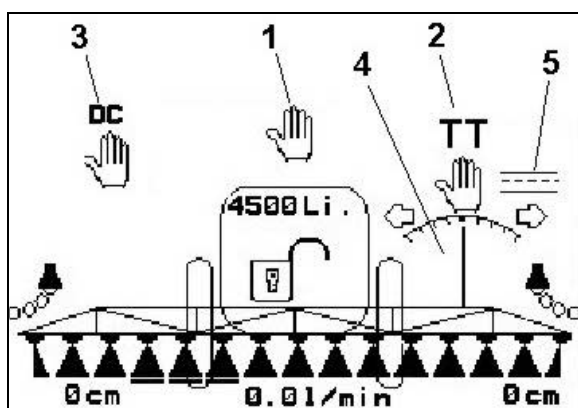

Fig. 80
Handbetrieb(Fig. 80/1), Automatik (Fig. 81/1)
Bei eingeschaltetem Hand-Betrieb erscheint das Symbol  (Fig. 80/1) und zusätzlich die Angabe [l/min] (Fig. 80/2) im Display. Sie regeln die Aufwandmenge manuell durch Verändern des Spritzdruckes über die Tasten  bzw. . Der Hand-Betrieb eignet sich nicht für den Spritzbetrieb, sondern nur Wartungs- und Reinigungsarbeiten.
Handbetrieb(Fig. 80/2), Automatik (Fig. 81/2), Straßenbetrieb (Fig. 80/5)
- Wird eine Fahrgeschwindigkeit größer 15 km/h erreicht (Straßenfahrt), verfährt die Trail Tron-Achse/-Deichsel automatisch in Nullstellung und verbleibt im Modus Straßenfahrt (Fig. 80/5).
- Bei eingeschaltetem Hand-Betrieb erscheint das Symbol  (Fig. 80/2). Drücken Sie die Taste  bzw.  solange, bis die Reifen der Anhängespritze wieder exakt in der Traktorspur laufen.
Handbetrieb(Fig. 80/3), Automatik (Fig. 81/3)
Im Hand-Betrieb erscheint das Symbol  (Fig. 80/3). Distance Control ist ausgeschaltet. Sie regeln den Abstand Spritzdüse - Bestand manuell über Neigungs- und Höhenverstellung.